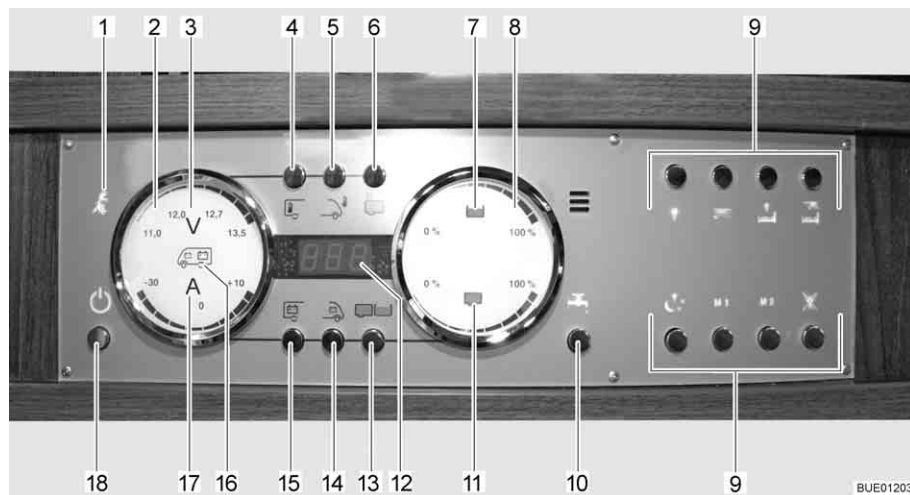

Bild 136 Panel LT 510
Die 230-V-Kontroll-Leuchte (Bild 136,1) leuchtet, wenn am Eingang des Elektroblocs Netzspannung vorhanden ist.
Der 12-V-Hauptschalter (Bild 136,18) schaltet das Panel und die 12-V-Versorgung des Wohnraums ein und aus.
- Taste 12-V-Versorgung (Bild 136,18) kurz drücken. Die 12-V-Versorgung des Wohnraums ist eingeschaltet. Die Kontroll-Anzeige "12 V" leuchtet.
- ▷ Wenn nach dem Einschalten die LED "11,0" der Voltanzeige sowie das Symbol Volt "V" (Bild 136,3) im Anzeigeelement Batterien (Bild 136,2) blinken, dann ist die Spannung der Wohnraumbatterie zu gering. Batterie laden.
- ▷ Wenn nach dem Einschalten die Kontroll-Anzeige "12 V" und das Symbol Volt "V" (Bild 136,3) dreimal blinken, dann ist die Batterietrennung aktiviert. Batterietrennung deaktivieren.
- Taste 12-V-Versorgung (Bild 136,18) kurz drücken. Die 12-V-Versorgung des Wohnraums ist ausgeschaltet. Die Kontroll-Anzeige "12-V-Versorgung" erlischt.
- Taste Wohnraumbatterie (Bild 136,15) drücken und ca. 10 Sekunden lang gedrückt halten. Das Symbol Volt "V" (Bild 136,3) und die Kontroll-Anzeige "12 V" blinken dreimal. Die Wohnraumbatterie ist vom 12-V-Bordnetz getrennt.
- Taste 12-V-Versorgung (Bild 136,18) drücken und ca. 5 Sekunden lang gedrückt halten. Das Symbol Volt "V" (Bild 136,3) und die Kontroll-Anzeige "12 V" blinken dreimal. Die Wohnraumbatterie ist mit dem 12-V-Bordnetz verbunden. Die Kontroll-Anzeige leuchtet nach ca. 5 Sekunden.
- Taste Wohnraumbatterie (Bild 136,15) drücken. Das Symbol Volt "V" (Bild 136,3) leuchtet. Das Symbol Ampere "A" (Bild 136,17) leuchtet je nach Ladung oder Entladung weiß bzw. rot. Die Batteriespannung und der Strom der Wohnraumbatterie werden über die LEDs im Anzeigeelement angezeigt.
- Taste Starterbatterie (Bild 136,14) drücken. Das Symbol Volt "V" (Bild 136,3) leuchtet. Die Batteriespannung der Starterbatterie wird über die LEDs im Anzeigeelement angezeigt.
- Taste Tanks (Bild 136,13) drücken. Die Symbole Wassertank (Bild 136,7) und Abwassertank (Bild 136,11) leuchten. Die Füllstände des Wassertanks (obere Skala) und des Abwassertanks (untere Skala) werden über die LEDs im Anzeigeeinstrument angezeigt.
**Tank-Alarm** Das Symbol Wassertank (Bild 136,7) oder das Symbol Abwassertank (Bild 136,11) blinkt, wenn der Wassertank leer oder der Abwassertank voll ist.
Über die Digitalanzeige (Bild 136,12) lassen sich die Innentemperatur und die Außentemperatur anzeigen.